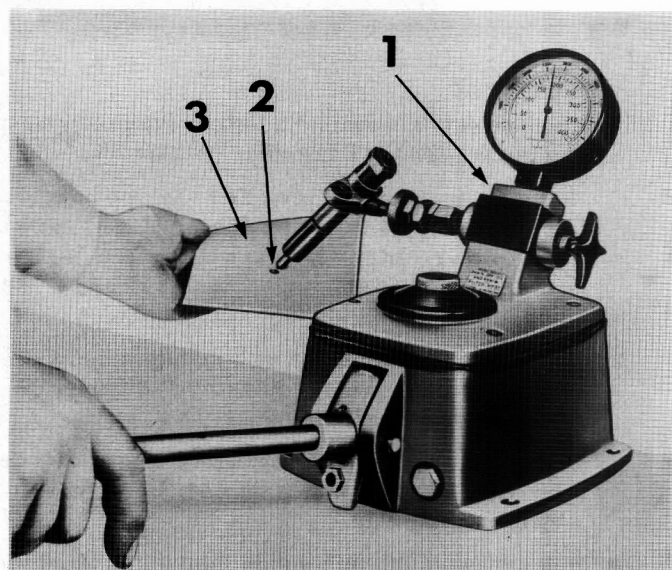

FIGURE 29 : Contrôle du suintement du siège d'aiguille — 1 = Appareil d'essai, 2 = Embout du gliceur, 3 = Papier buvard.
3. **Suintement du siège de l'aiguille :** Essuyer l'embout avec du papier buvard propre (Figure 29). Appliquer à l'injecteur une pression de $176,4 - 182,4 \text{ kg/cm}^2$ et maintenir cette pression pendant une minute. Appliquer un morceau de papier buvard sur l'embout du gliceur de la manière indiquée. La tache d'huile de contrôle ne doit pas dépasser 13 mm de diamètre.